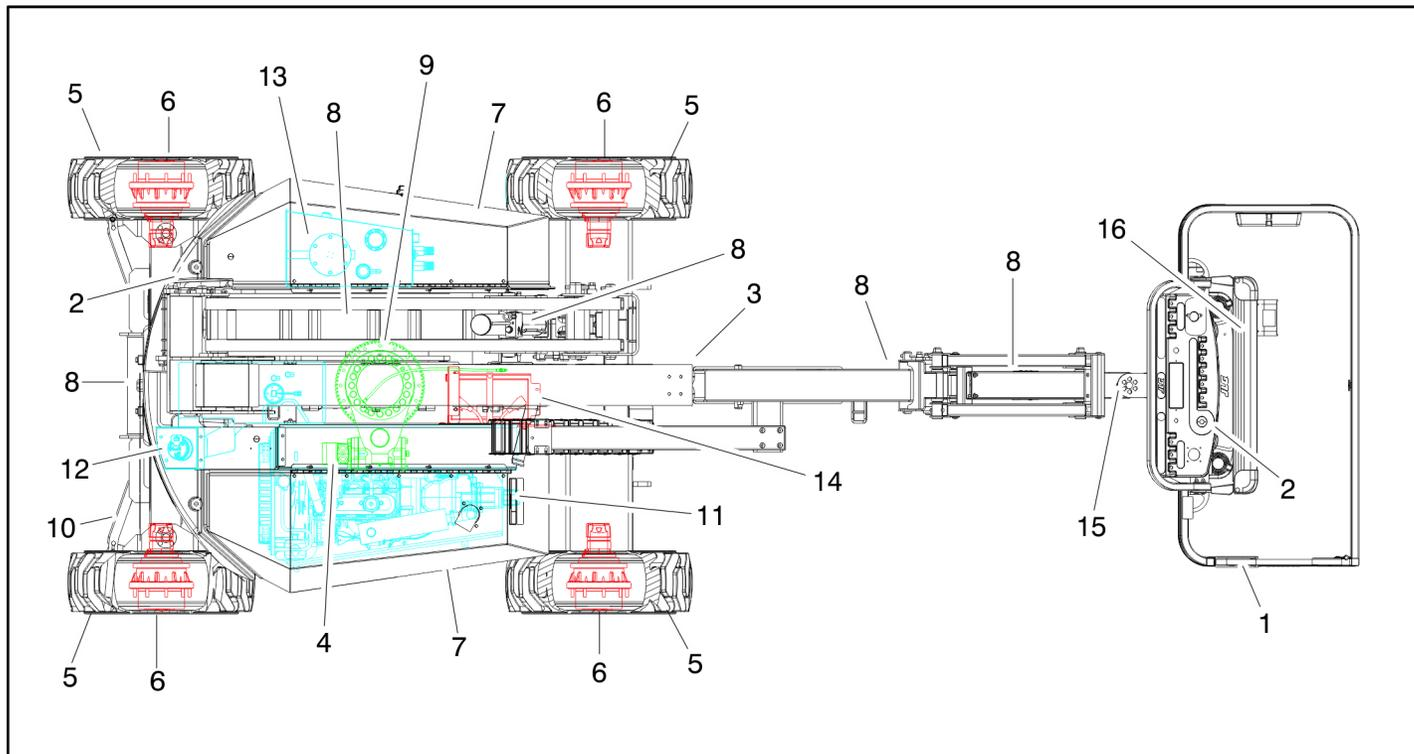

Figura 2-2. Inspección visual diaria - Hoja 1 de 3
5. **Inspección visual** - Consultar la Figura 2-2.